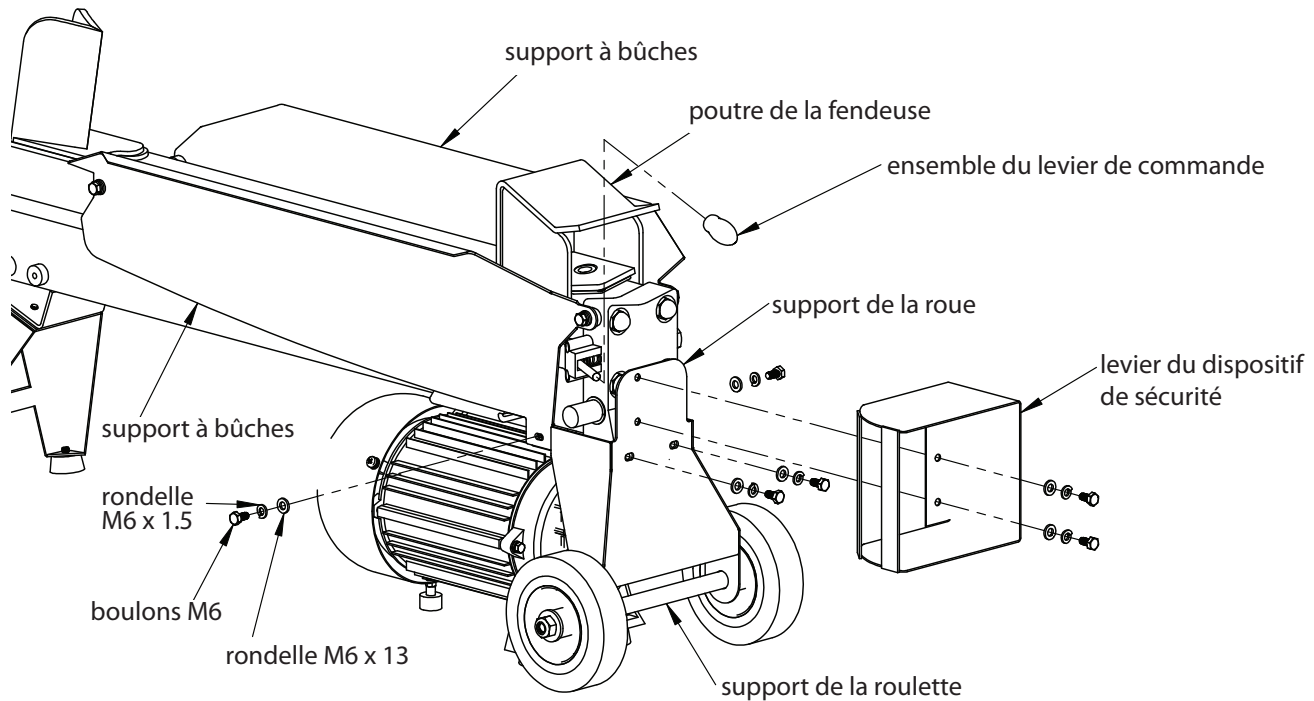

Figure 3
1. Attachez l'ensemble du levier de commande en vissant le bouton au bout du levier. **(VOIR FIGURE 3)**
2. Boulonnez le support de roue à la poutre et aux supports à bûches de la fendeuse en utilisant les quatre boulons M6-1 x 12, ainsi que les rondelles plates et bloquantes (contre-écrous) correspondantes fournies. **(VOIR FIGURE 3)**
3. Attachez le levier du dispositif de sécurité au haut du support de la roulette à l'aide des boulons M6-1 x 12 fournis. **(VOIR FIGURE 3)**